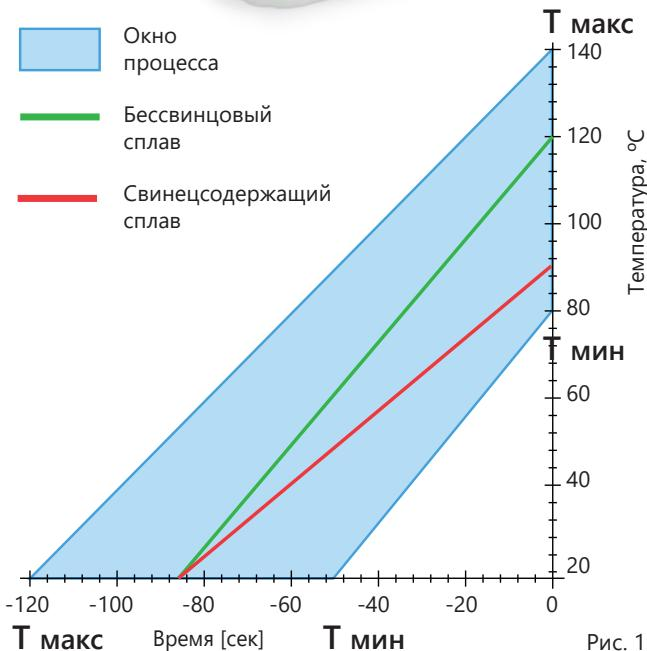

Рис. 1
- для полного испарения растворителя и активации флюса рекомендуется пользоваться профилем преднагрева (см. рис.1). Оптимальным считается профиль с градиентом нагрева <2°C/сек;